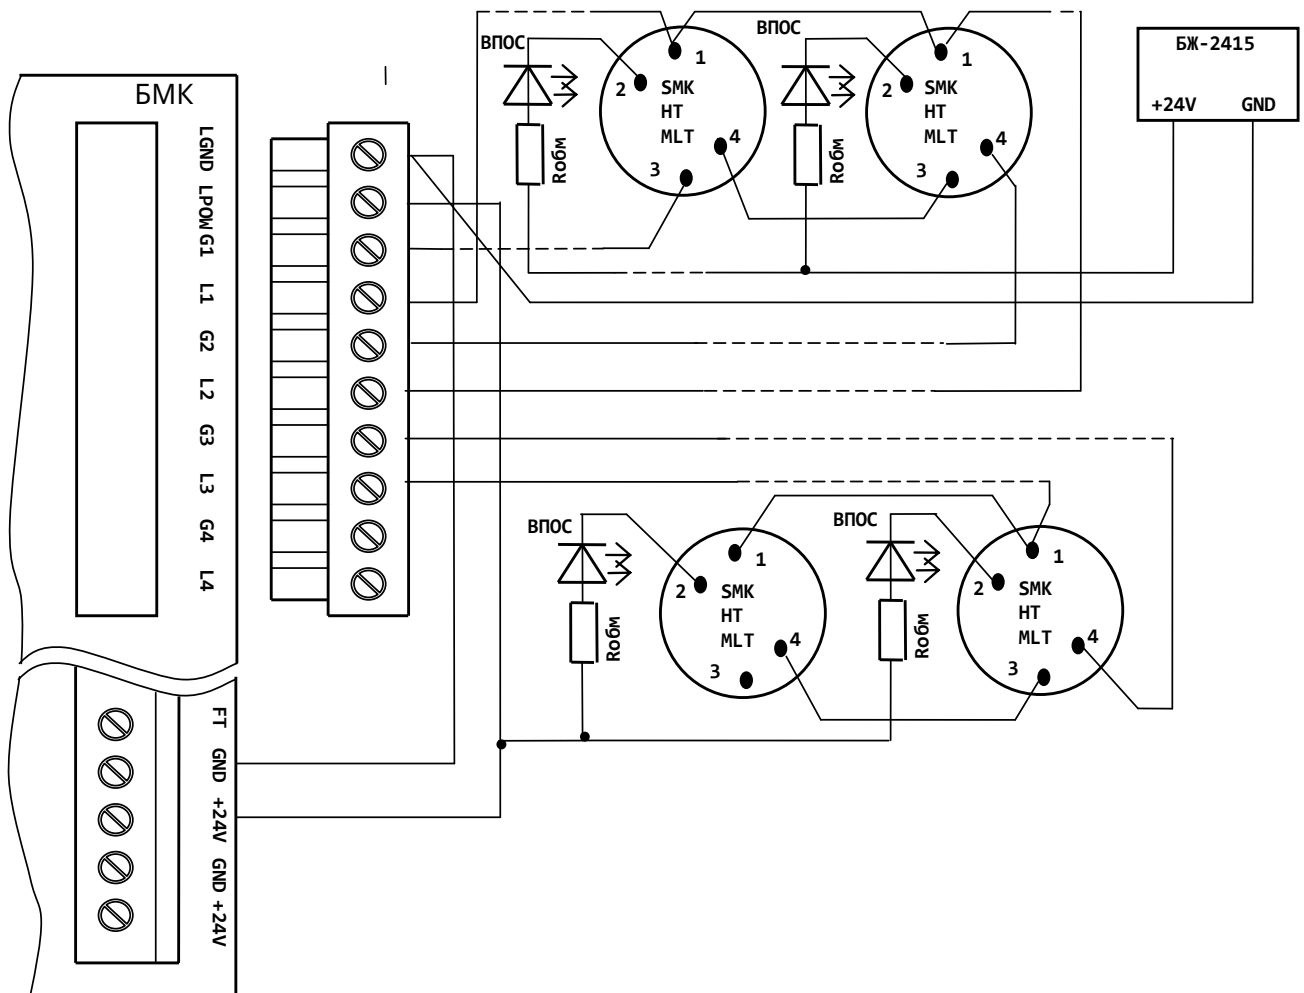

Рисунок 4.2.2 – Приклади підключення ВПОС
4.2.10 За необхідності до сповіщувачів приєднують ВПОС. Приклади схем приєднання показані на рис. 4.2.2.
3) струм живлення ВПОС повинен бути вибраний відповідно до їх ЕД і повинен забезпечувати чітку візуалізацію пожежної тривоги. Цей струм забезпечують за рахунок застосування $R_{\text{обм}}$ (рис. 4.2.2): $R_{\text{обм}} = (U_{\text{живл}} - 1 \text{ В}) / I_{\text{ВПОС}}$;